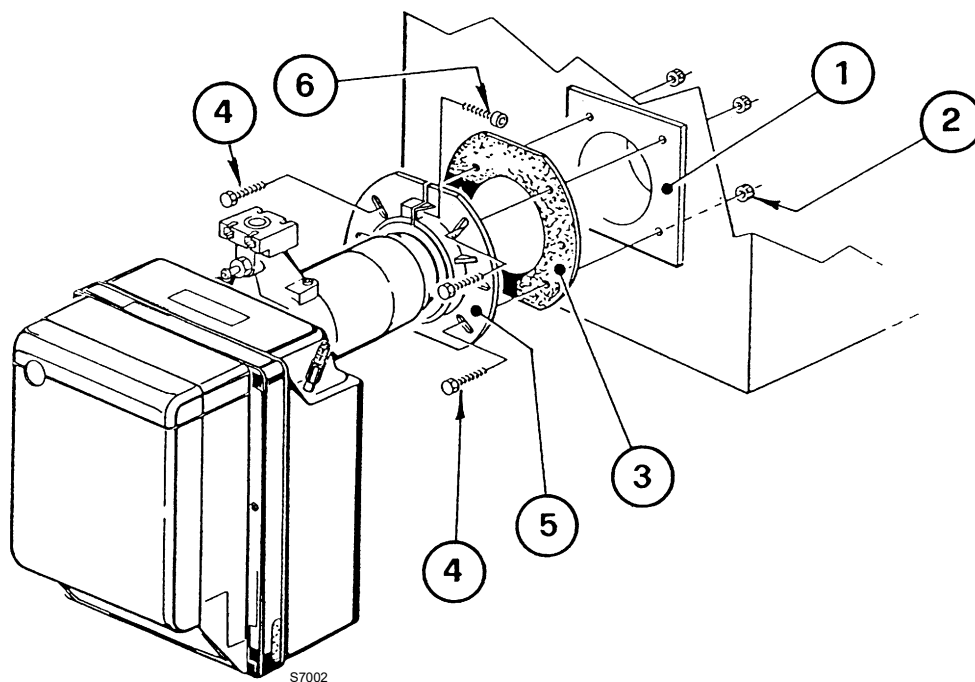

Fig. 12
- Fissare alla portina della caldaia 1)(Fig. 12) la flangia 5) interponendo lo schermo isolante 3) mediante le viti 4) e (se necessario) i dadi 2), ma tenendo allentata una delle due viti superiori 4).